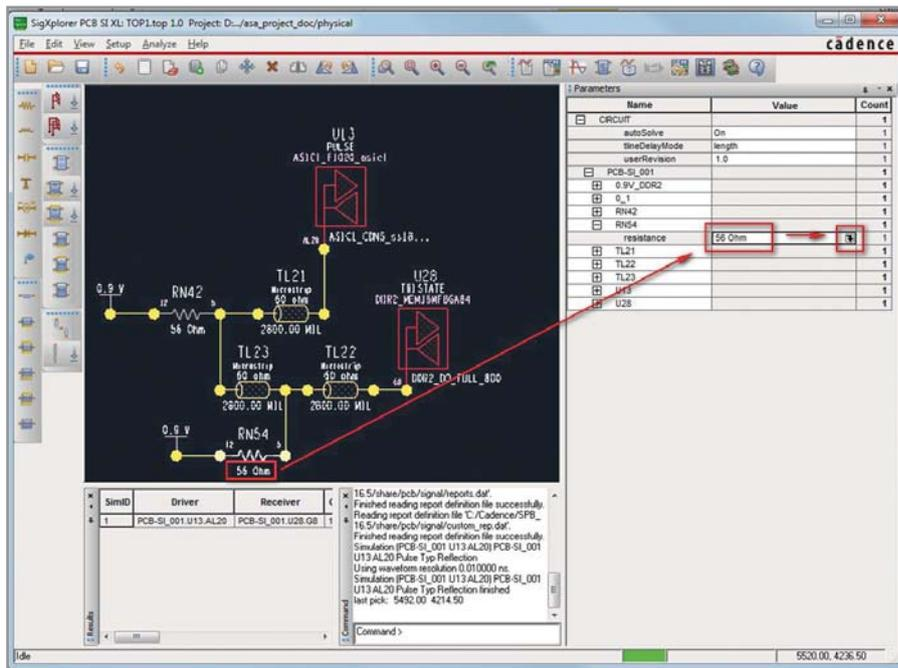

Рис. 5. Настройка параметров моделей в Signal Explorer
1) на панели *Parameters* в окне *Signal Explorer* раскроем список параметров элементов топологии. Для начала нас интересует резистор RN54. Выберем *Circuit* → *PCB_SI_001* → *RN54*. Ещё быстрее это можно сделать, если выбрать значение сопротивления на самом резисторе в рабочем поле программы. Щёлкнем значение «54 Ом» на панели *Parameters*, а затем кнопку  рядом с этим значением (см. рис. 5);